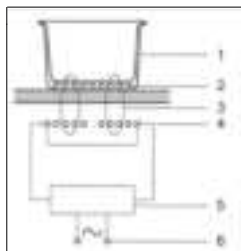

Fig.1 - Abb.1 - Afb. 1 - Рис. 1 - Rys. 1 - Kuva 1.- 图 1 - 1. ábra - Ерк. 1.
OPERATING PRINCIPLE (Fig. 1)
- (Fig. 1)